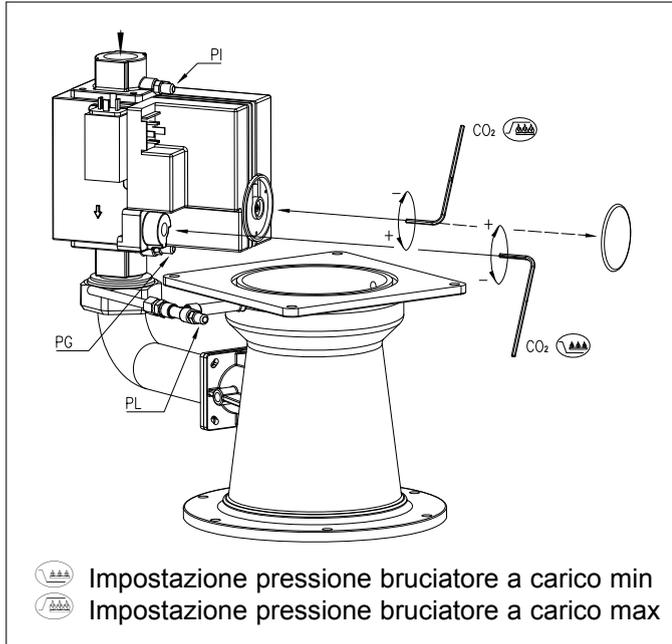
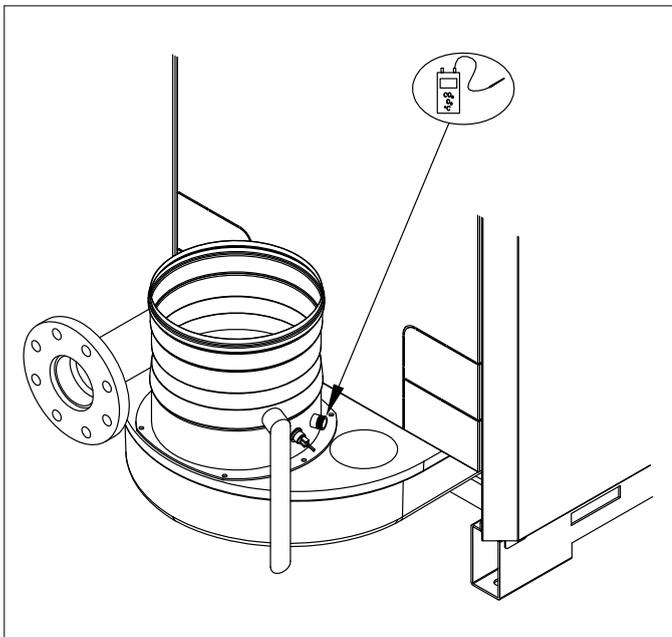

Fig. 26 Punti di regolazione del multiblocco della valvola del gas
Fig. 27 Punto di misurazione dei gas combusti
- a)** Controllare che l'impostazione del rapporto gas aria della caldaia sia giusto e, se necessario, correggerlo. Il controllo ha luogo a carico completo e parziale, la regolazione ha luogo solo sulla valvola del gas. Per il controllo e la regolazione sono necessari: un manometro elettronico misuratore del CO₂ (in base a O₂) ed un manometro della pressione del gas. Assicurarsi che l'apertura (vedi fig. 27) attorno alla sonda di misurazione sia a tenuta stagna durante la misurazione. Osservare anche che è necessario misurare i livelli di O₂ nel gas combusto, perché la misurazione diretta di CO₂ può creare delle inesattezze dovute ai livelli variabili di CO₂ nel gas metano. Collegare il manometro della pressione del gas fra il punto di misurazione PG sul lato inferiore del multiblocco della valvola del gas e il punto di misurazione PL sul Venturi (vedi fig. 26), assicurandosi che i collegamenti siano a tenuta ermetica.
- d)** Confrontare la percentuale di CO₂ (percentuale di O₂) con i dati indicati nella tabella 14a e 14b. Se i valori superano le tolleranze date, procedere alla dovuta regolazione in base alla fig. 26. Controllare la fiamma attraverso l'oblò di ispezione: la fiamma non deve spegnersi.
- g)** Confrontare la percentuale di CO₂ (percentuale di O₂) con i dati indicati nella tabella 14a e 14b. Se i valori superano le tolleranze date, procedere alla dovuta regolazione in base alla fig. 26. Controllare la fiamma attraverso l'oblò d'ispezione: la fiamma non deve spegnersi.